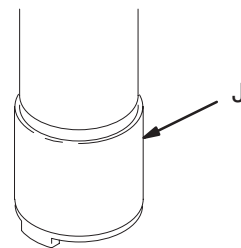

Fig. 4
Haga girar la bomba lentamente durante al menos 5 minutos y párela después y desconecte la manguera de aire. Empuje hacia arriba la bola de la válvula de admisión (J) para drenar la parte inferior de la bomba. Observe la Fig. 4. Coloque la bomba al revés para drenar la parte superior.